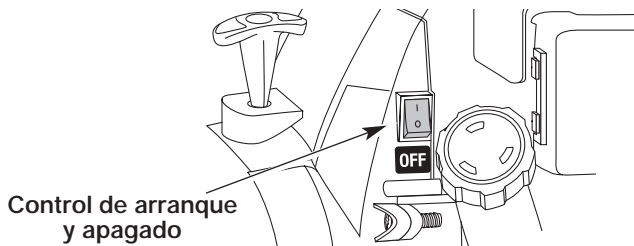

Figure 11
3. Coloque el Control de Arranque y Apagado del Motor en la posición de **ARRANQUE (START) [I]** (Fig. 11).
1. Coloque el Control de Arranque y Apagado del Motor en la posición de **ARRANQUE (START) [I]** (Fig. 11).
2. Para apagar el motor, coloque el Control de Arranque y Apagado del Motor en la posición de **APAGADO (STOP) [O]** (Fig. 11).